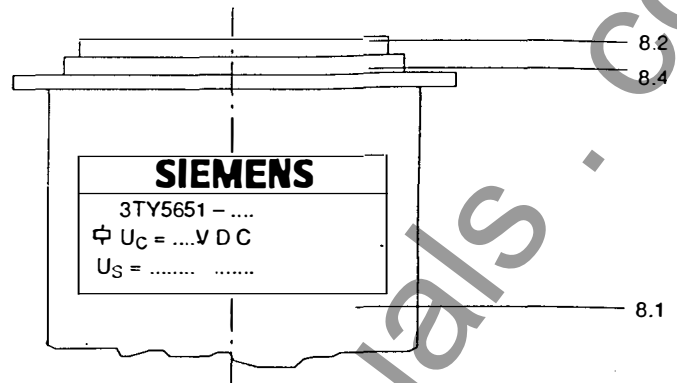

Fig. 8
- Befestigungsschrauben 8.5 für die Magnetspule 8.1 (alt) (Fig. 8) auf der Rückseite des Vakuumschützes lösen, s. Hinweisschild
- Unscrew the fixing screws 8.5 for the old magnet coil 8.1 (Fig. 8) at the rear of the vacuum contactor, see instruction plate
- Spulenpaar 8.1 alt gegen neu (Fig. 8) austauschen
- Replace the old pair of coils 8.1 with the new pair (Fig. 8)
Magnetkerne 8.2 (Fig. 8)
Magnetic cores 8.2 (Fig. 8)
- Dämpfungen 8.4 (Fig. 8)
- Damping elements 8.4 (Fig. 8)